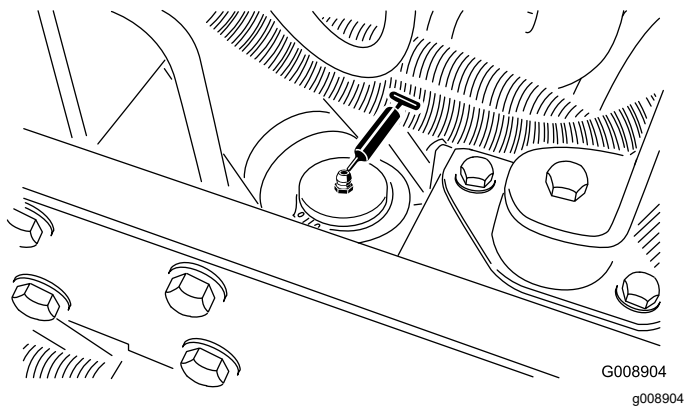

Figure 43
- Mécanisme de réglage du point mort (Figure 43)
- Vérin de direction (Figure 43)